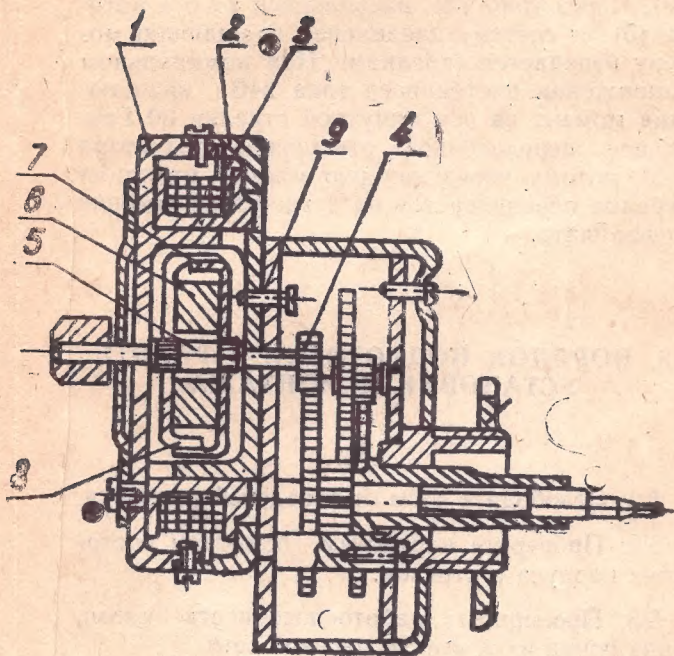

Рис. 2. Механизм ЭВЧ-42М
4.2. Механизм ЭВЧ-42М (рис. 2) крепится непосредственно к циферблату, с лицевой стороны затягивается гайкой (10) и состоит из шагового двигателя ДШ-31 и редуктора.